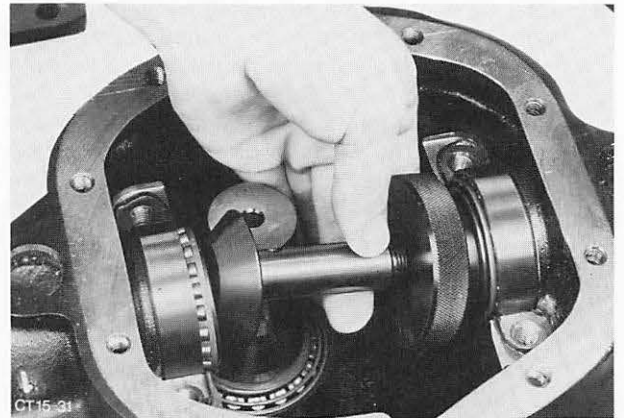

Abb. 66 Meßwelle einlegen
18. Meßwelle 15-019, mit den zum Einbau vorgesehenen Lagern in das Hinterachsgehäuse einlegen, Abb. 66. Lagerdeckel (Zahl zu Zahl) aufsetzen und mit vorgeschriebenem Drehmoment festziehen.